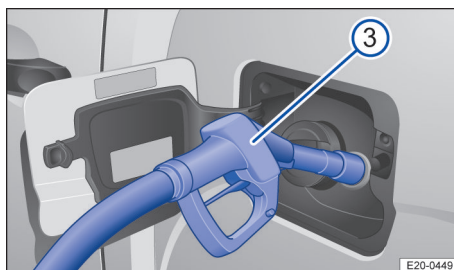

Fig. 153 Repostar AdBlue con la pistola de un surtidor.
1. Para garantizar un repostaje óptimo, sujete la pistola del surtidor de AdBlue® con el asidero hacia abajo → fig. 153 ③.